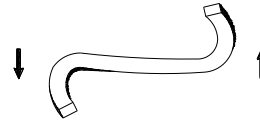

Abbildung 7.2
Vor dem Einsetzen der neuen Dichtung muss der Zustand der Antriebswelle (05) und der Dichtungspackung (36) überprüft werden. Die Welle muss einen polierten Oberflächenabschluss besitzen. Die Ringe mit einem Winkel von 45° auf die erforderliche Länge schneiden, so wie auf Abbildung 7.1 dargestellt. Sicherstellen, dass die Schnitte auf der Welle übereinstimmen. Die Ringe vorsichtig öffnen (Abb. 7.2), um den Wellendurchlass zu ermöglichen, und einzeln aufsetzen. Erst die Verbindung aufsetzen und anschließend bis nach hinten schieben.